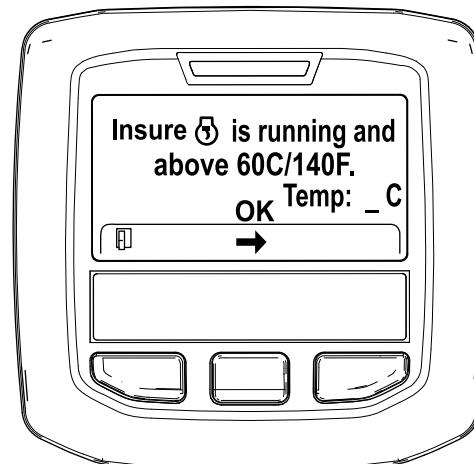

Figura 33
5. Si la temperatura del refrigerante se encuentra por debajo de 60 °C aparece el mensaje "Insure  is running and above 60C/140F" (Asegúrese de que está funcionando y por encima de 60 °C/140 °F). (Figura 33).